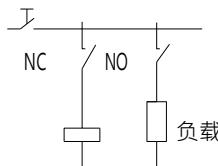

图 11
2.13.2 继电器的自锁 请避免使用继电器自己的常闭触点切断自己的线圈，这样会因继电器动作的不稳定性造成故障是，如图11。